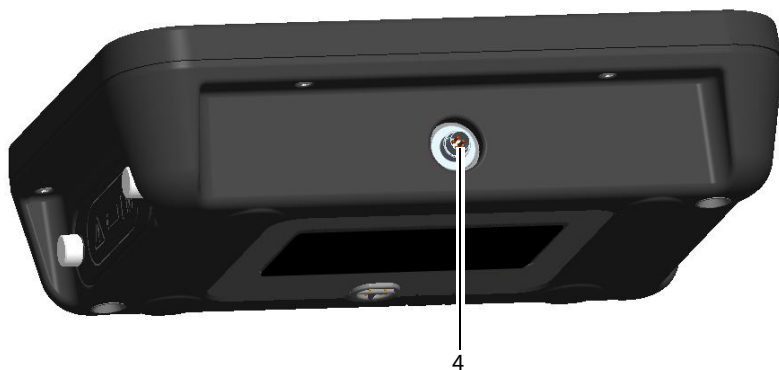

図 3: ADTS Touch のアンビリカルケーブルコネクター
- アンビリカルケーブルを使ってADTS Touchコネクタ(4) (図3を参照)をADTSに接続する。